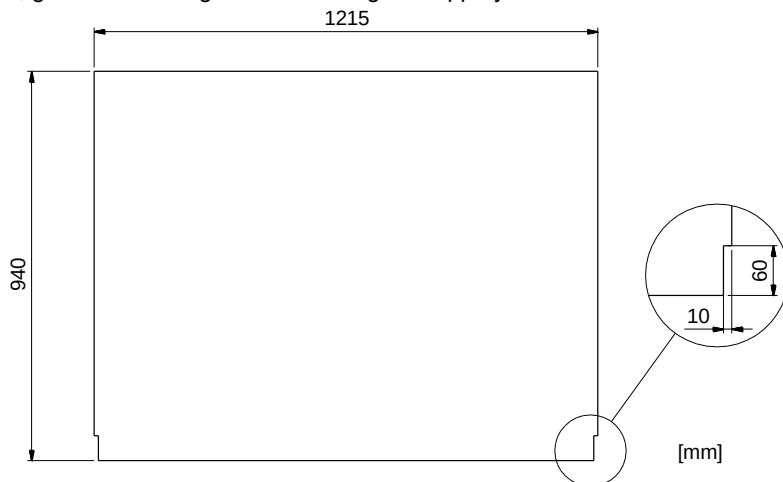
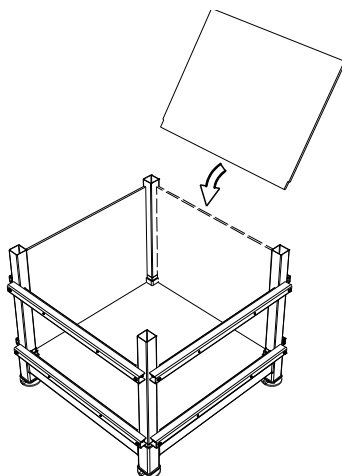

Bild 23. Dimension på Sidoskiva för grusfyllnad. Notera att skivan har hack i båda nedre hörnen.
Bild 24. Placering av Sidoskivor.
- 5.2 Kapa fyra 18 mm plywoodskivor, som uppfyller kraven i EN 636-3, till måtten enligt Bild 23. Ställ skivorna Basenheten, med hacken riktade nedåt, vilandes mot Ballaststöden, se Bild 24. Skivorna ska placeras direkt på Bottenramen och inte på Bottenskivan. Fixera skivorna vid Ballaststöden med träskruv. När alla skivorna är på plats och bildar en låda, gå vidare till steg 6 för montering av Toppkrysset.